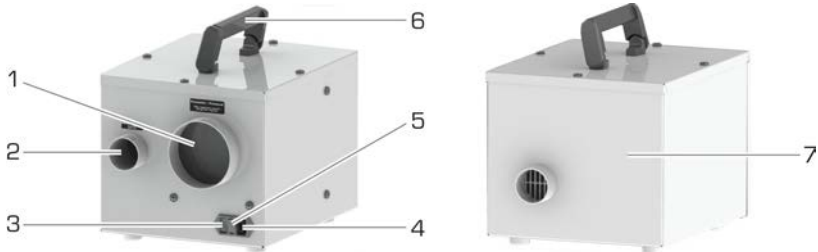
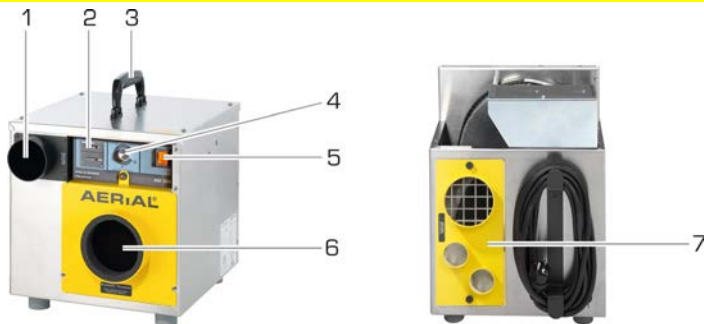

Abb. 1: Serie ASE 100
Abb. 2: Serie ASE 300 (ASE 200 ähnlich)
Die vom Rotor aufgenommene Feuchtigkeit wird durch einen im Gegenstrom geführten erhitzten Luftstrom (= Regenerationsluft) aus dem Rotor entfernt. Die Erhitzung der Regenerationsluft erfolgt durch ein dynamisches, sicheres und selbstregelndes PTC-Heizelement. Der feuchte Luftstrom wird am Regenerations-Austritt (siehe Abb. 1 und Abb. 2) aus dem Gerät geführt und muss über einen Abluftschlauch oder Luftkanal aus dem Raum geleitet werden (siehe Seite 12 bis Seite 14).
5. Transportieren Sie den Adsorptionstrockner am Transportgriff (Abb. 1 und Abb. 2) zum Aufstellort.
1. Verbinden Sie den Gerätestecker des mitgelieferten Netzkabels mit der Gerätesteckdose am Adsorptionstrockner (Abb. 1).
Die Trockenluft kann frei in den Raum geblasen werden oder es kann am Trockenluft-Austritt DN 50 mm (Abb. 1 und Abb. 2) ein Schlauch oder Luftkanal angeschlossen werden (optionales Zubehör).
Am Regenerationsluft-Austritt (Abb. 1 und Abb. 2) muss ein Schlauch / Luftkanal DN 50 mm (nicht im Lieferumfang enthalten) angeschlossen werden.
Am Regenerationsluft-Austritt (Abb. 1 und Abb. 2) muss ein Schlauch / Luftkanal DN 80 mm (nicht im Lieferumfang enthalten) angeschlossen werden.
Am Regenerationsluft-Austritt (Abb. 1 und Abb. 2) muss ein Schlauch / Luftkanal DN 80 mm (nicht im Lieferumfang enthalten) angeschlossen werden. Die optimale Länge beträgt 3 – 5 Meter.